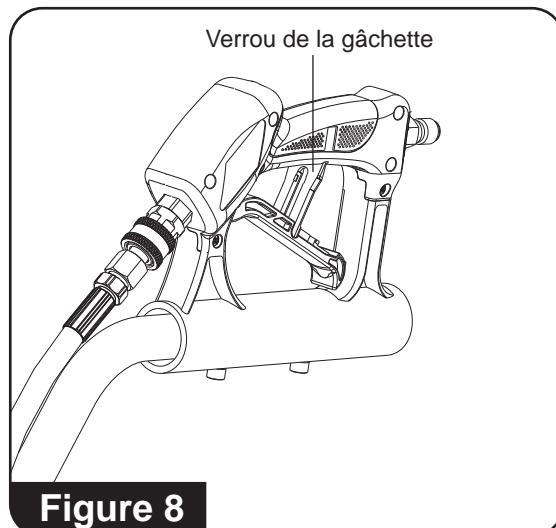

Figure 8
1. Verrouillez le pistolet à gâchette du nettoyeur de surface en déplaçant le verrou de la gâchette à un angle de 90°, de façon à ce qu'il repose contre la poignée (**consultez la figure 8**).